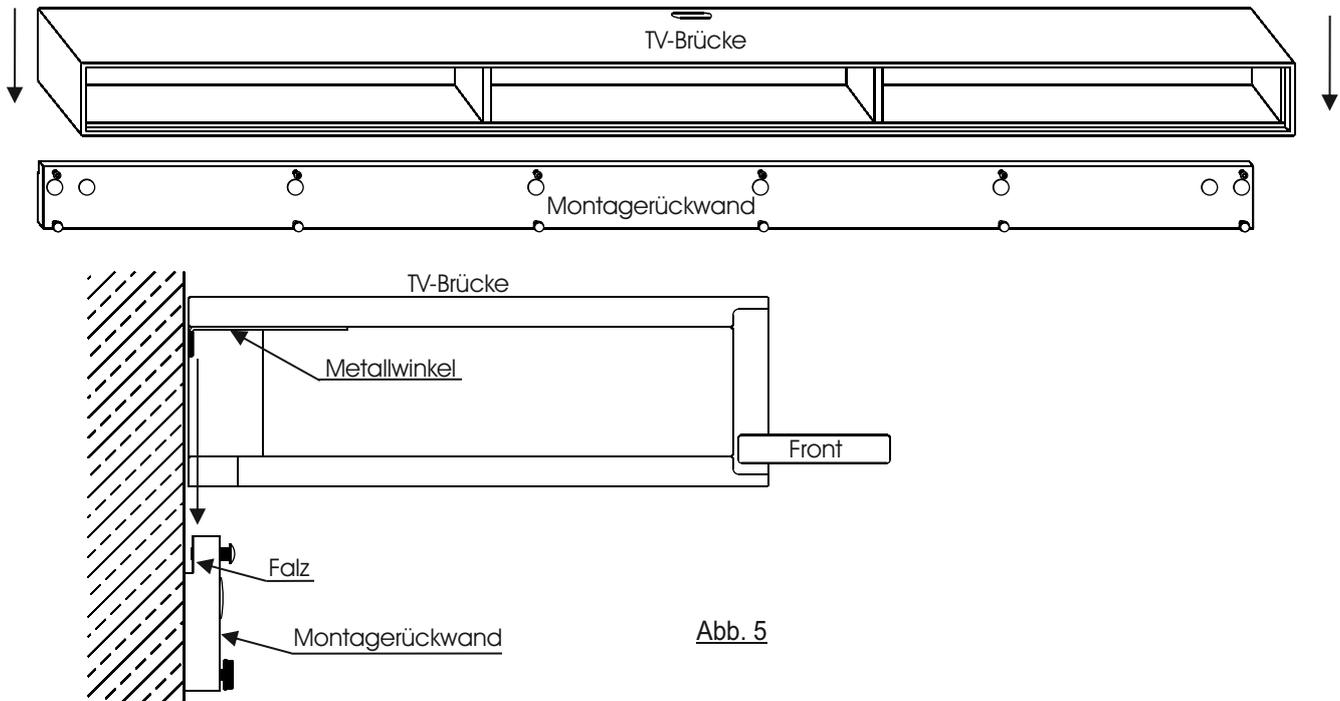

Abb. 5
8. Setzen Sie die TV-Brücke vorsichtig auf die Montagerückwand. Der Metallwinkel des Oberbodens der Brücke wird hierbei in die Falz der Montagerückwand hineingeführt. (Abb. 5)